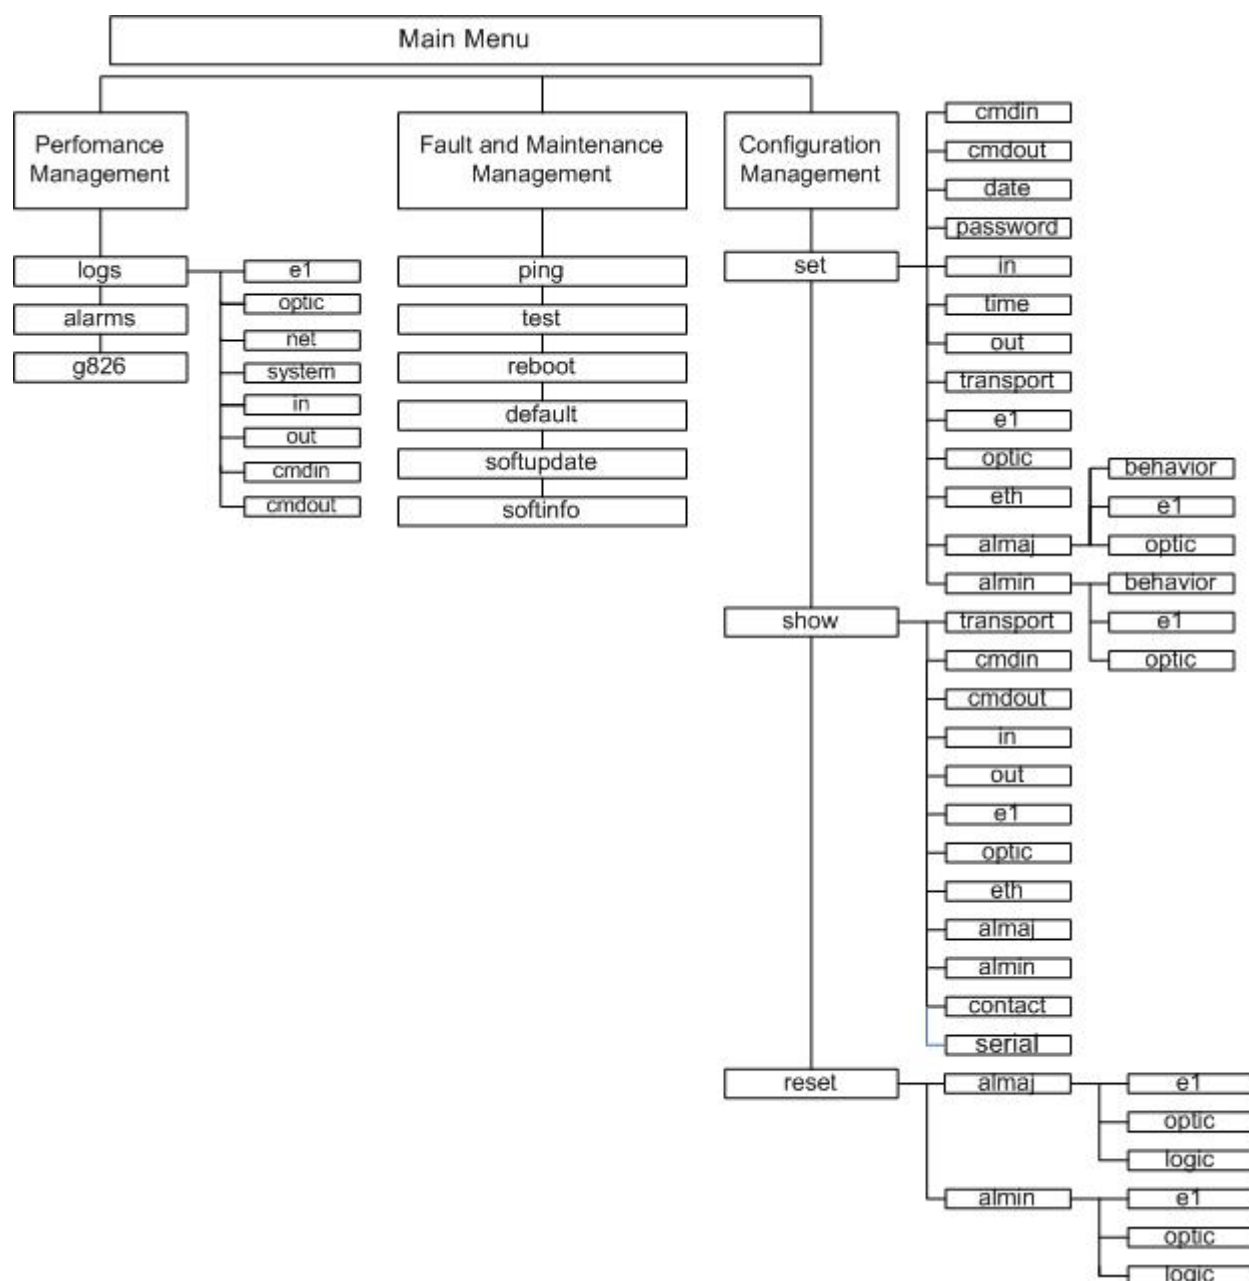

Рис. 4.4.1. Структура системы команд MMX-PW
Пользовательский интерфейс разбит на 3 основных меню – Меню эксплуатационных параметров (PM), Меню контроля и обслуживания (FMM), Меню конфигурирования (CM). Каждое меню содержит собственный набор команд, которые выполняются только в данном меню. Каждая из команд основных меню представляют собой многоуровневую систему родительских команд и подкоманд, иерархическая структура которых показана на Рис. 4.4.1.